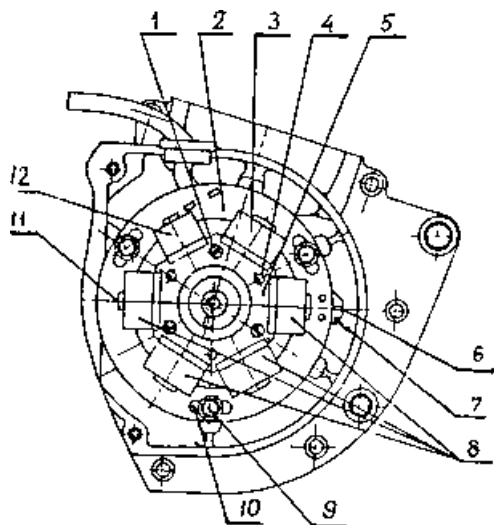

Рис. 3.10. Вид на статор маховичного генератора мотоцикла ММВЗ-3.1131 (со снятым ротором):
Статор содержит корпус 2 (рис. 3.10) и закрепленный на нем винтами 1 блок 5, выполненный в виде набора стальных пластин (25 шт.) толщиной 0,5 мм. Пластины соединены между собой заклепками 4. На блоке 5 закреплены четыре обмотки 8 цепи освещения, одна обмотка 3 цепи зажигания и две обмотки индукционного датчика 12. В качестве сердечников для указанных обмоток служат выступы 11 в блоке пластин 5.
- ослабить болты 9 (рис. 3.10) крепления корпуса 2 статора так, чтобы статор свободно поворачивался вокруг оси;
- при помощи отвертки повернуть корпус 2 статора (рис. 3.10) за установочный ус 7 до смещения прорези 6 в нем с риской на роторе;
- снять ротор и затянуть болты 9 (рис. 3.10) крепления статора;